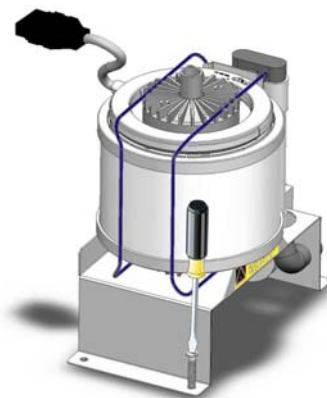

Fig. 17
2. Mettez à niveau et fixez l'humidificateur au-dessus de la chambre ou sur un bâti en introduisant les vis de fixation dans les 4 trous de la base de support (fig. 17).